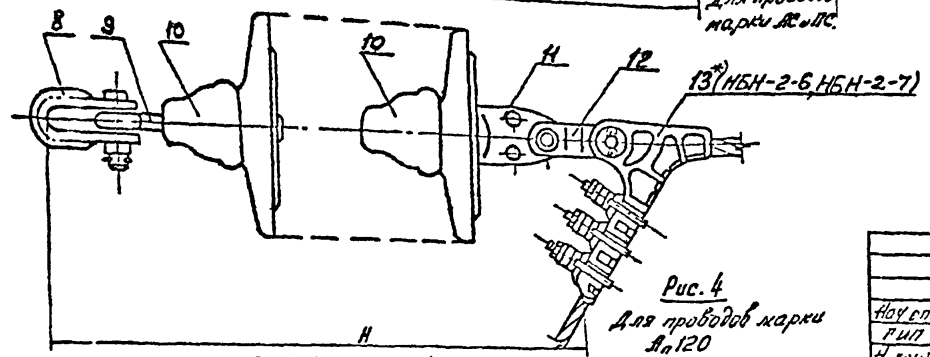

Рис. 4
4. Дополнительными проволоками выполнить намотку длиной 20-40мм (рис.4)
| Рис. 4                           |                              |                      |                      |